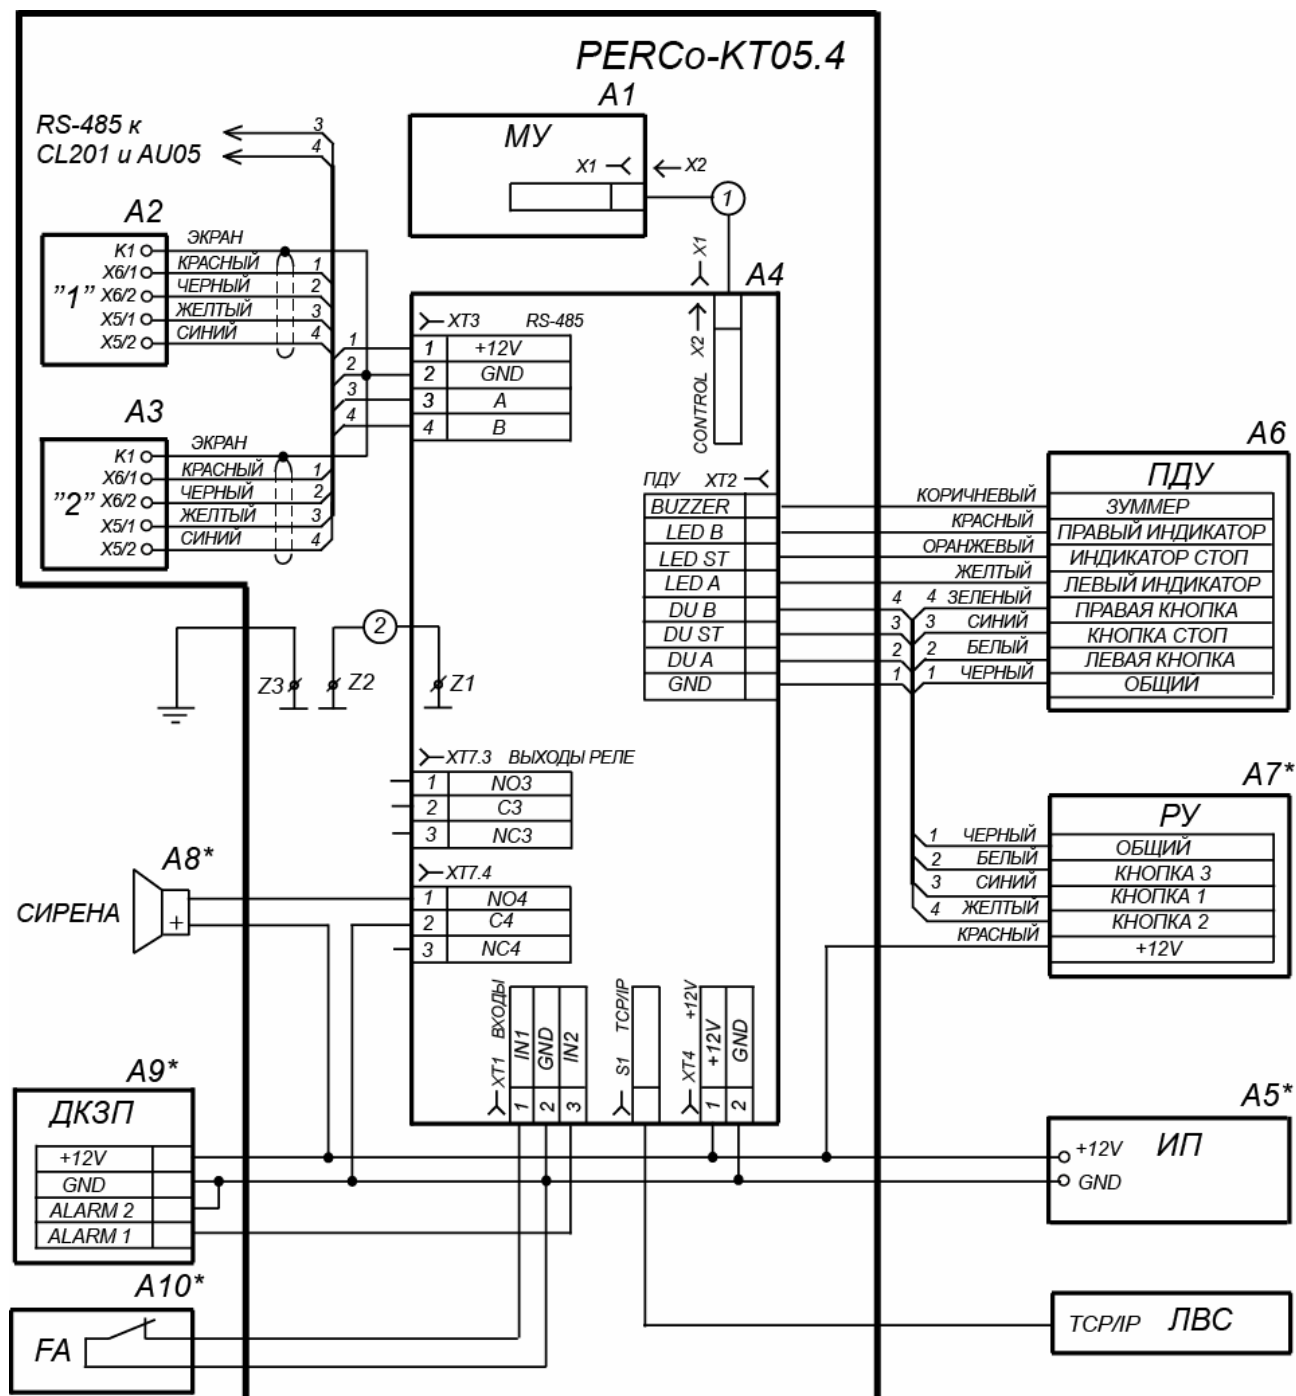

Рисунок 12. Схема подключения ЭП и дополнительного оборудования⁹
Расположение клеммных колодок на плате контроллера ЭП показано на рис. 5, назначение контактов клеммных колодок указано в табл. 1. Схема подключения приведена на рис. 12. Используемые при подключении типы кабелей указаны в табл. 5. При монтаже ЭП придерживайтесь следующей последовательности действий:
12. Произведите подключение кабеля питания (18) к клеммной колодке **XT4** платы контроллера ЭП, ПДУ (17) к клеммной колодке **XT2** согласно схеме приведенной на рис. 12. Подключите при необходимости кабели от других устройств к соответствующим клеммным колодкам.